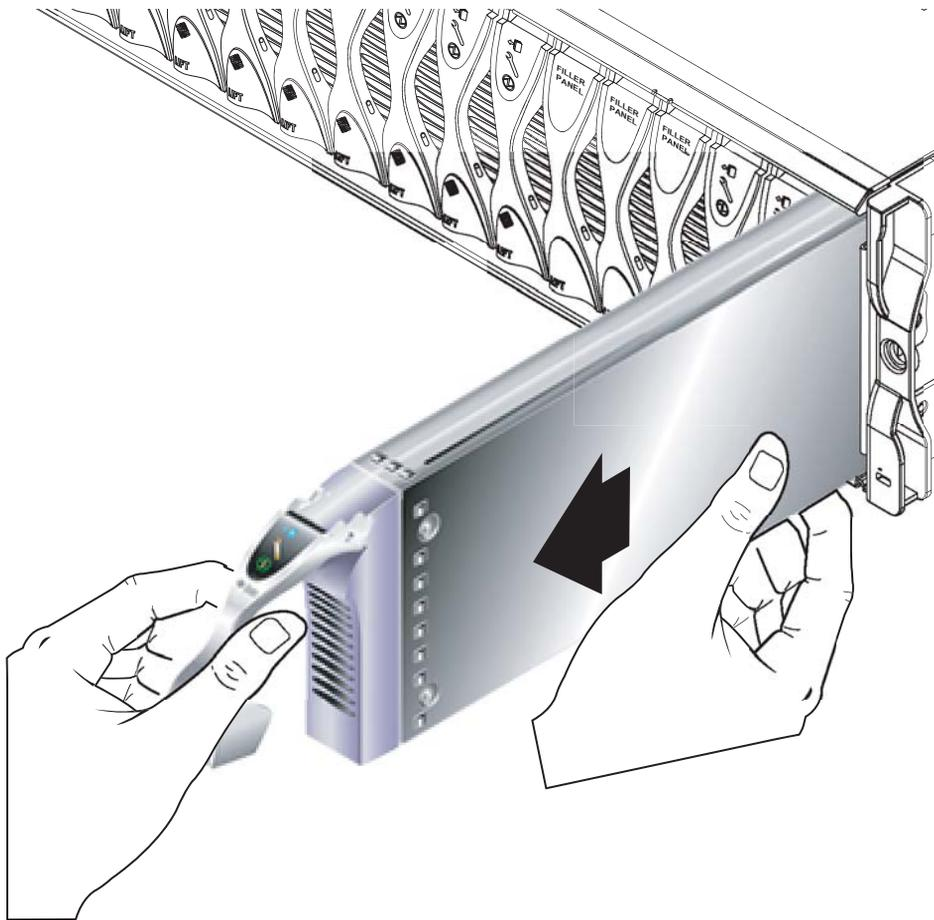

FIGURE 4-3 Retrait de la lame
3. Tirez le levier afin de retirer la lame du châssis (FIGURE 4-3).